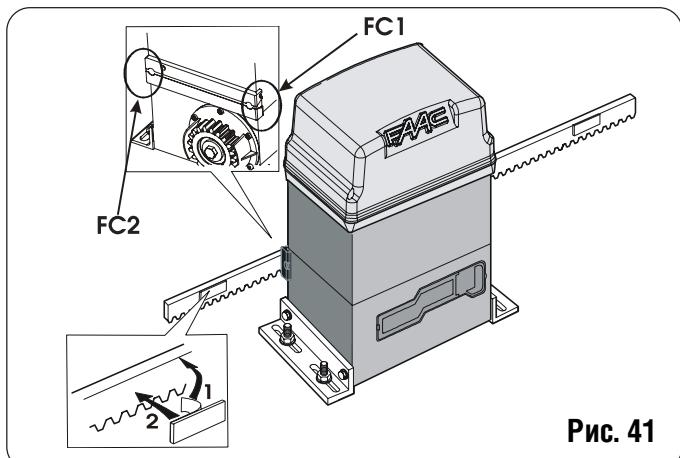
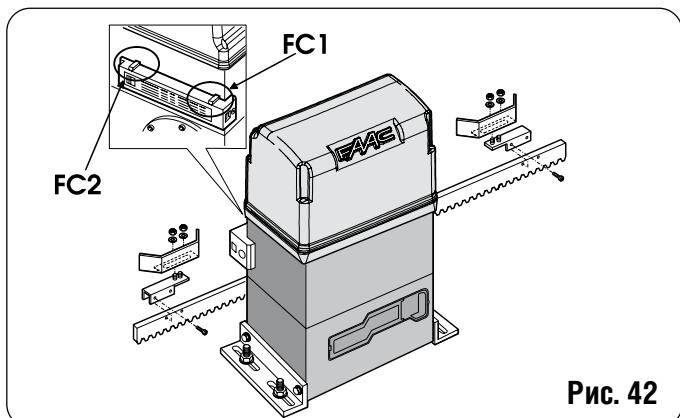

Рис. 41
Рис. 42
Блок 746 имеет концевые выключатели крайних положений, которые определяют остановку ворот в крайних положениях. Устройство может быть магнитным (рис. 41) или индуктивным (рис. 42).
10) Почистить места крепления рейки, снять клейкую пленку с магнитов (рис. 41 поз. 1) и установить магниты на рейку (рис. 41 поз. 2).
- Собрать концевой выключатель, установив посередине пластинку относительно резьбовых штифтов опоры (рис. 42).